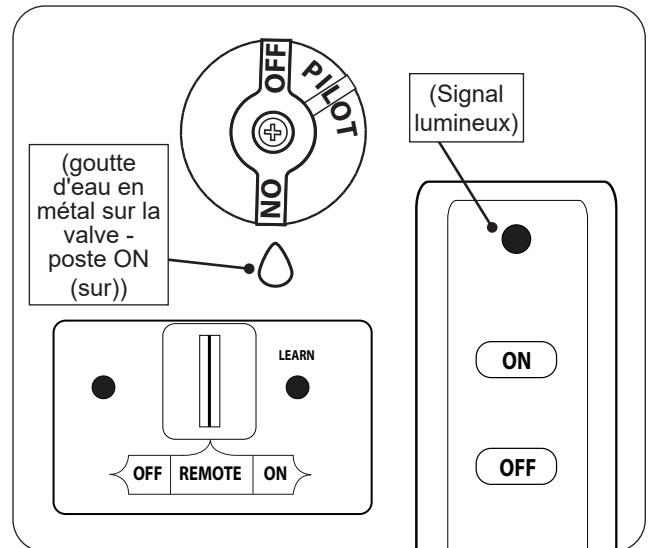

Fig. 49-1 Remote lighting
1. Assurez-vous que la veilleuse brûle. Tournez le bouton de commande dans le sens antihoraire ↺ sur **ON** (sur) (voir Fig. 49-1).
2. Localisez l'interrupteur à 3 positions sur le récepteur à distance et faites glisser l'interrupteur sur **REMOTE** (télécommande) (voir Fig. 49-1).
3. Localisez la télécommande et appuyez sur le bouton **ON** (sur) (voir Fig. 49-1). La séquence d'allumage commencera.